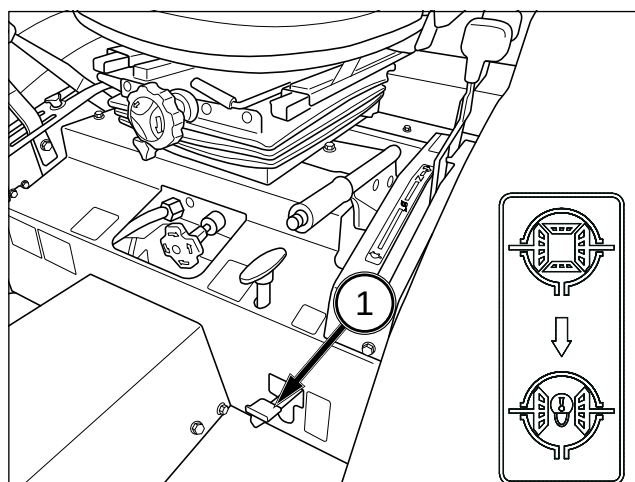

FIG. 51
FIG. 51 : Quand la pédale de blocage de différentiel (1) est enfoncée, les deux essieux arrière sont verrouillés pour assurer une motricité identique aux deux roues arrière. Cela est particulièrement important lorsque vous travaillez sur un sol meuble ou un terrain glissant.